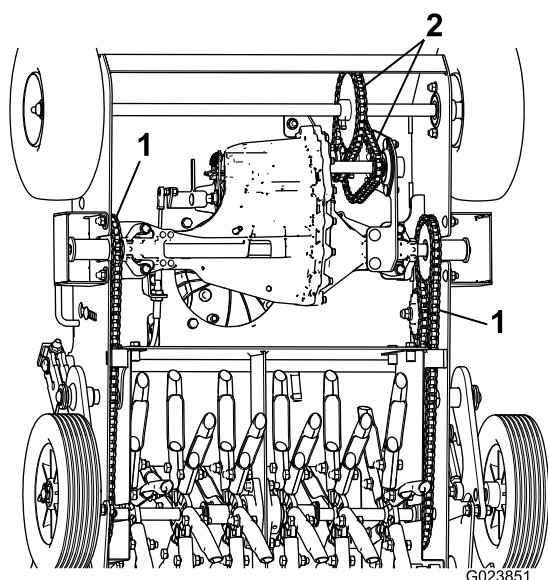

Figure 28
3. Faites tourner les roues avant et appliquez de l'huile ou du lubrifiant pour chaînes sur les maillons du brin inférieur des chaînes d'entraînement avant (Figure 28).
4. Contrôlez l'état, l'usure et la tension des chaînes d'entraînement avant (Figure 28).
5. Faites tourner les arbres des louchets avant et appliquez de l'huile ou du lubrifiant pour chaînes sur les maillons du brin inférieur des chaînes d'entraînements des louchets (Figure 28).